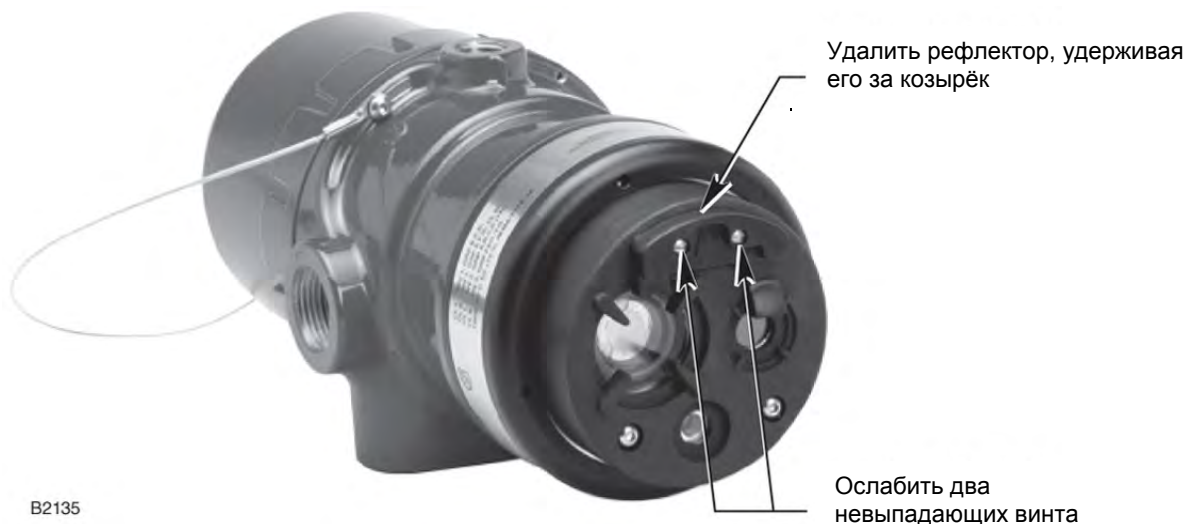

Рис. 19. Снятие рефлектора **oi**.
2. Ослабить два невыпадающих винта, затем, удерживая рефлектор за козырёк, снимите его с извещателя (см. рис. 19).